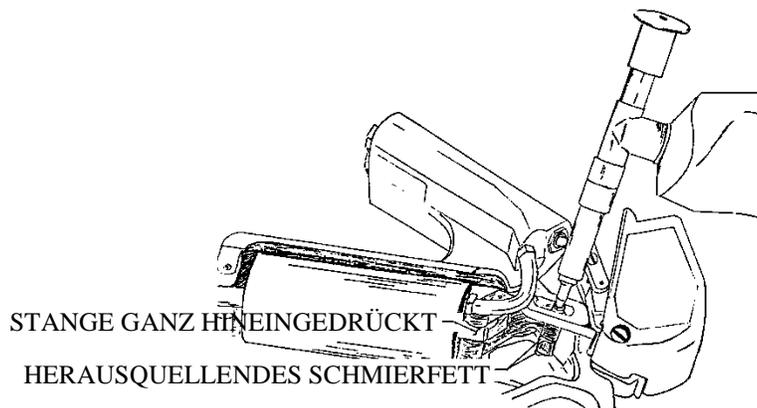

ABB. 26A
- Zum Freilegen des Schmiernippels am Ende des Gestängestifts die Stange bis zu ihrer vollen Hubstellung in den Antriebszylinder hineindrücken, wie in Abb. 26A abgebildet.